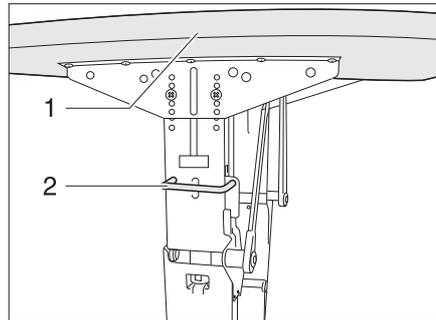

Fig. 57 Dispositif de verrouillage table pivotante à monture métallique
- Basculer la poignée (Fig. 57,2) vers le haut.
- Faire pivoter le plateau de table (Fig. 57,1) vers le bas, dans un arc de cercle, jusqu'à ce que la poignée s'enclenche.